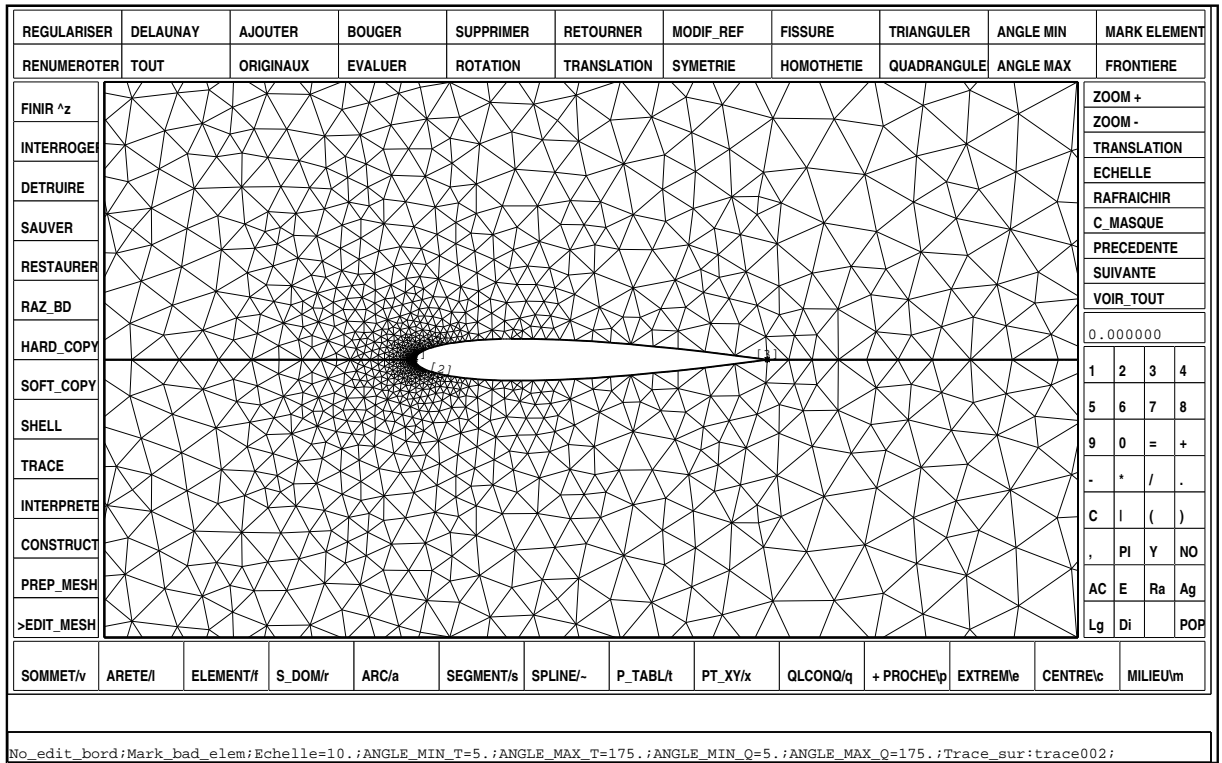

Figure 31: Zoom de 10 du maillage du naca0012 complet
- Cliquer dans l'item **EVALUER** pour générer effectivement le maillage total (figure 31).